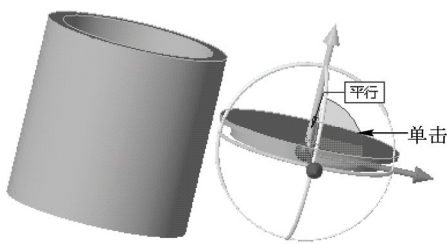

图 11-13 确认元件参考和装配参考
STEP 03 在绘图区中模型的合适表面单击鼠标左键，确认元件参考和装配参考，如图 11-13 所示。